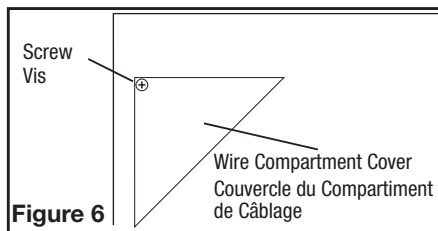

Figure 6
- 1a. External Wire Compartment (Not included with all models): Remove the wire compartment cover screw and place cover in a secure place (Figure 6).
- 1a. Compartiment de Câblage Extérieur (Non inclus avec tous les modèles) : enlever la vis du couvercle du compartiment à câblage et mettre ce couvercle dans un endroit fiable (Figure 6).